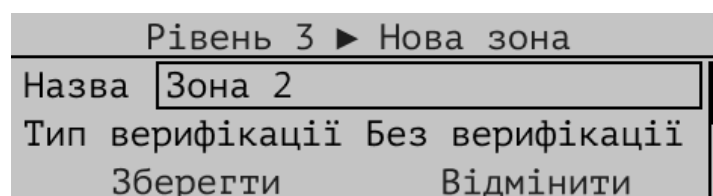

Рисунок 10.3.2 – Додавання зони в СПСА
10.3.2.1 Для додавання зони потрібно увійти в розділ меню «Зони» та натиснути кнопку **[F2]**. На дисплеї з'явиться вікно налаштування нової зони (Рис. 10.3.2).